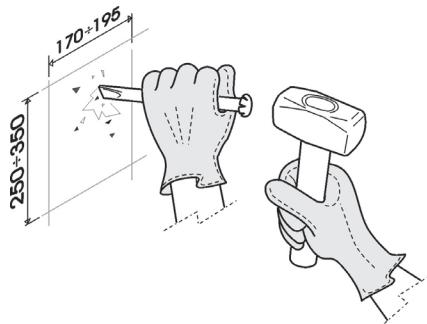

Fig. 1
- Creare nel muro lo spazio necessario per l'alloggiamento del miscelatore monocomando completo con la protezione in polistirolo. (Fig.1)
- Create a space in the wall for the single command mixer and its protective polystyrene casing. (Fig.1)
- In der Wand einen zur Aufnahme des Einbaukörpers mit seinem Schaumstoff-Schutz geeigneten Raum schaffen (Abb.1).
- Créer l'espace nécessaire dans le mur pour le logement du mitigeur monocommande et de sa protection en polystyrène. (Fig.1)
- Deje el espacio suficiente en la pared para instalar el mezclador monomando completo, con su protección de porex (Fig.1)
- Подготовить в стене нишу необходимого размера, для установки смесителя в защитной пластиковой оболочке. (Рис.1)